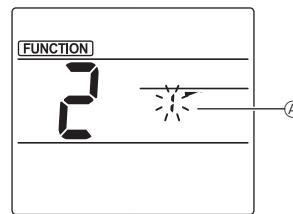

Fig. 2
② Выбор номера дефлектора (Fig. 2) Нажимайте кнопки для выбора номера дефлектора , затем нажмите кнопку [SET].